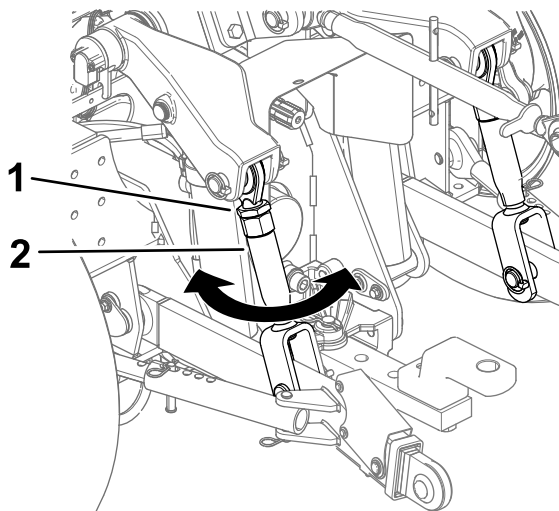

Figura 24
1. Afloje la contratuerca en uno de los brazos de elevación (Figura 24).
2. Ajuste el brazo de elevación hacia dentro o hacia fuera hasta que el apero esté nivelado (Figura 24).
3. Apriete la contratuerca (Figura 24).